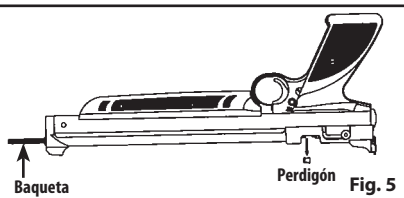

Fig. 5
3. Con el cerrojo en posición abierta, introduzca una baqueta (se vende por separado) por el extremo de la boca del cañón y empuje suavemente el perdigón atorado hasta el puerto de carga de perdigones (delante del cerrojo) (Fig. 5).